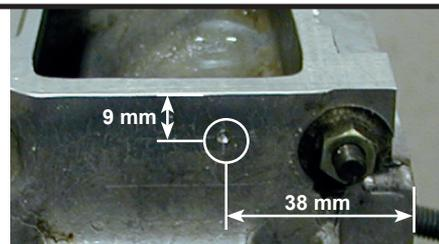

Fig.9
- Finally the required mounting holes can be drilled in the engine case with a 9 mm drill. These need to be 38 mm from the stock fan shroud mounting surface and 9 mm below the new machined alternator stand surface. See Fig. 9 as a reference.
- Abschließend können nun die Befestigungsbohrungen für den Befestigungsblock angezeichnet und eingebracht werden. (Fig. 9) 38 mm von der Anlagefläche des STD Gebläses und 9 mm von der Oberkante der neu entstandenen Dichtfläche (Fig. 9)